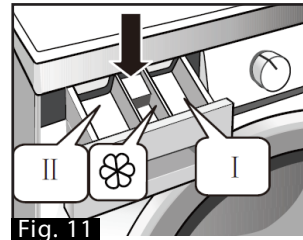

Fig. 11
- La cubeta del detergente está dividida en 3 compartimentos (Fig. 11):